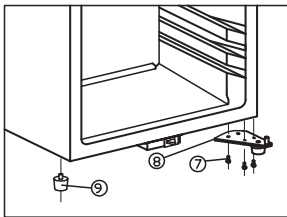

Abb. 5.3
- Entferne den langen Gehäusefuß auf der linken Seite und montiere ihn rechts. Abb. 5.3